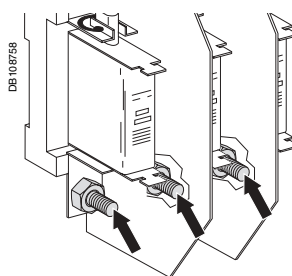

Fig. 9: conexión de potencia cofrets C1 y C2.
- conectar las fases marcadas L1, L2, L3 en los terminales marcados L1, L2, L3 (fig. 9).